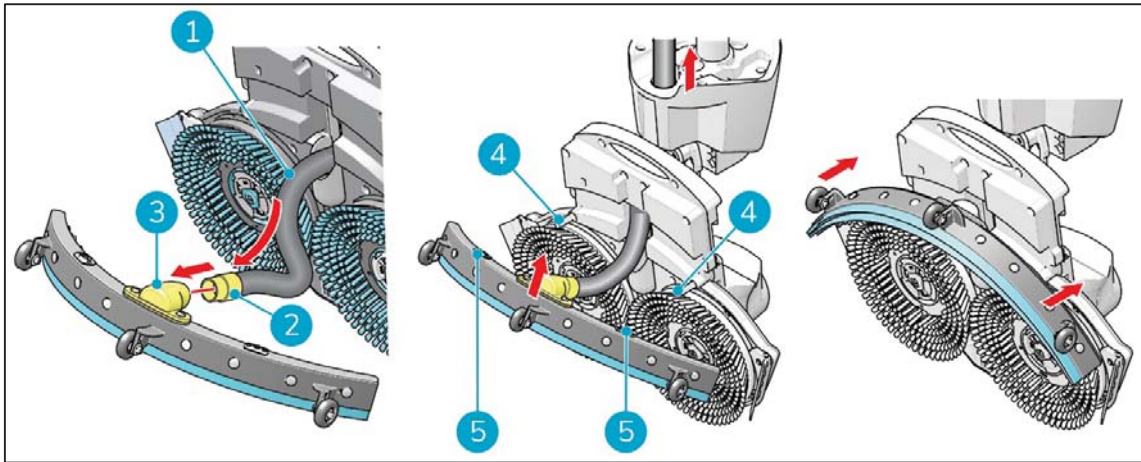

Figure 10
1. Prenez le tuyau d'aspiration (Figure 10, pos 1).
2. Insérez le raccord de tuyau (Figure 10, pos 2) dans la raclette (Figure 10, pos 3).
3. Tournez le raccord de tuyau d'un quart de tour pour une fixation ferme (Figure 10, pos 2).
6. Alignez les broches de la plate-forme de récurage (Figure 10, pos 4) avec les trous sur la raclette (Figure 10, pos 5).